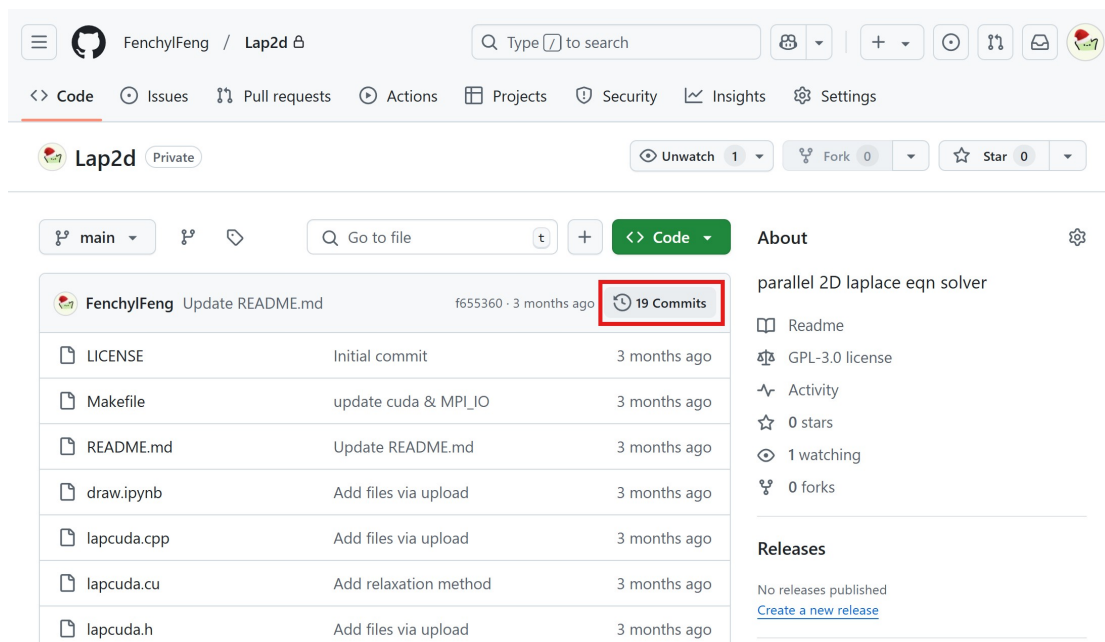
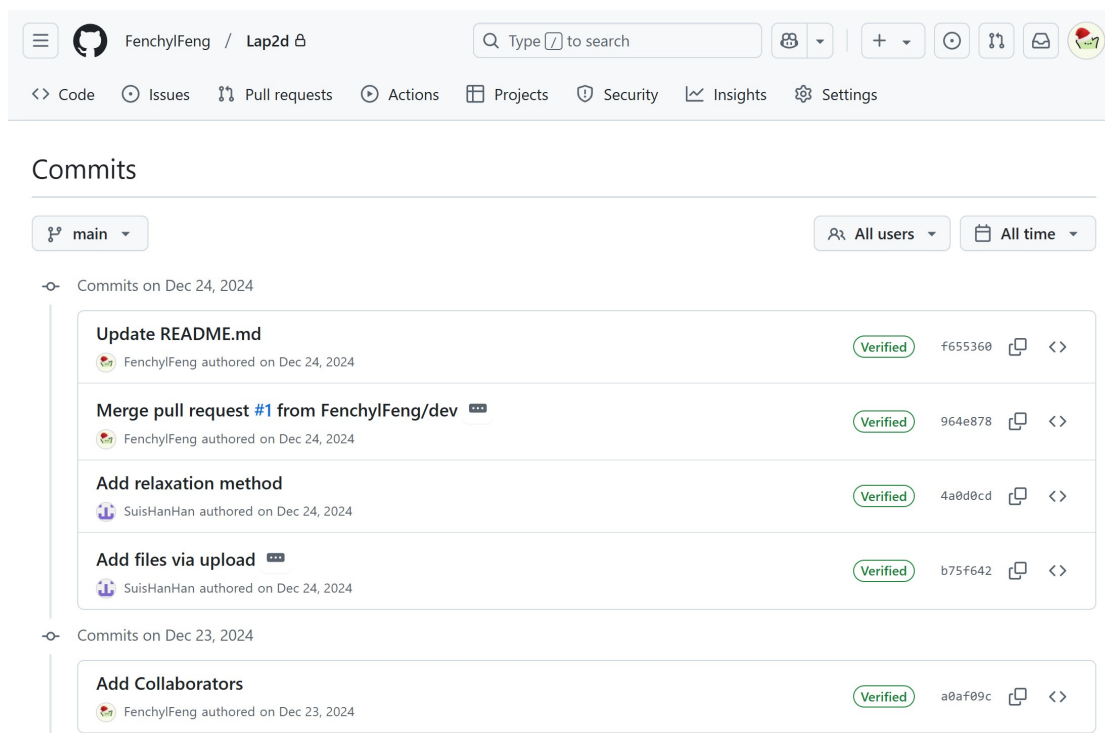

图 2: 从代码仓库页面进入Commits页面
图 3: Commits页面
- 3) 对于“代码生成与调试”部分，要求有合理注释、附带ReadMe文档（帮助助教更快编译、测试）、分享Git等版本控制记录（可提供commits截图，Github的版本控制记录查看方式如图2、图3所示）。